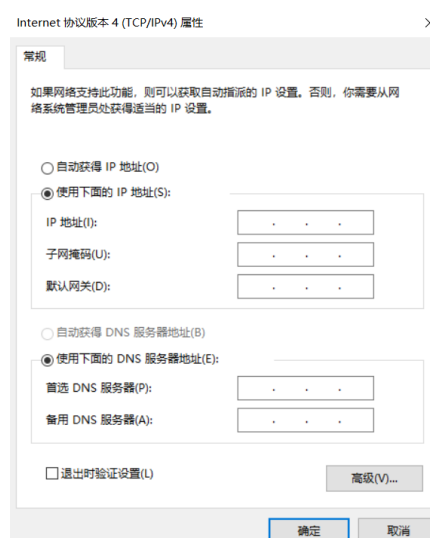

图4-2 本地网卡配置
1. 打开电脑上的控制面板，选择**网络和 Internet > 网络和共享中心 > 更改适配器配置**，将对应的网卡配置成自动获得 IP 地址或手动分配与设备同一网段地址，如图 4-2所示。